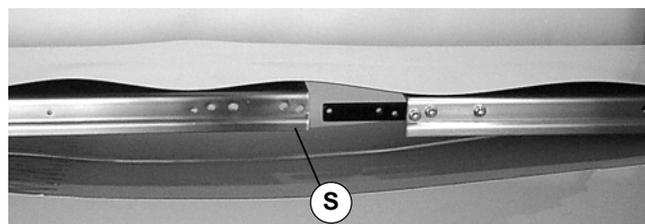

Abbildung 6
- #### 4. Den Bandrahmen (S siehe Abbildung 6) in die Bandschleife plazieren.